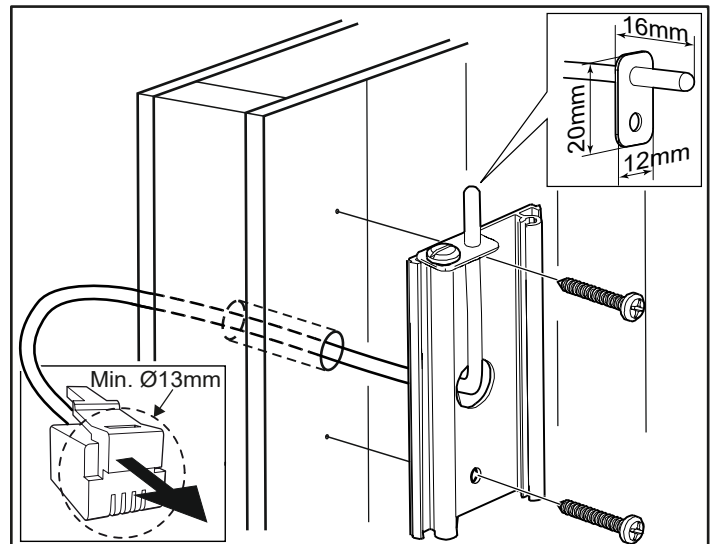

Afb. 10: Haak en schroef de voor- en achterpanelen aan de achterkant vast
6. Haak de voorpanelen vast en draai de schroeven vast (zie afbeelding 10).